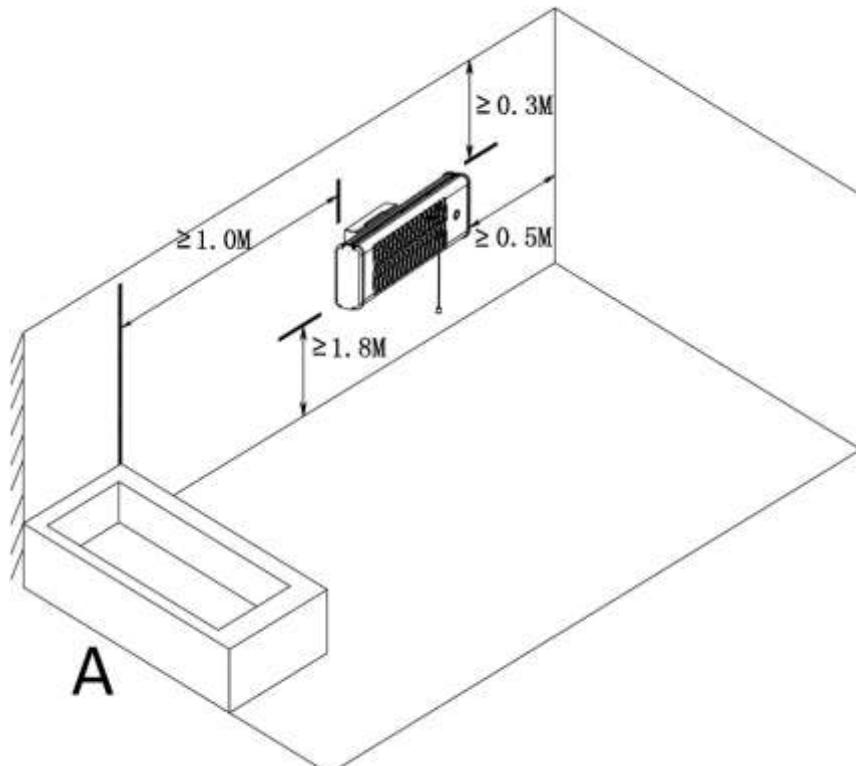
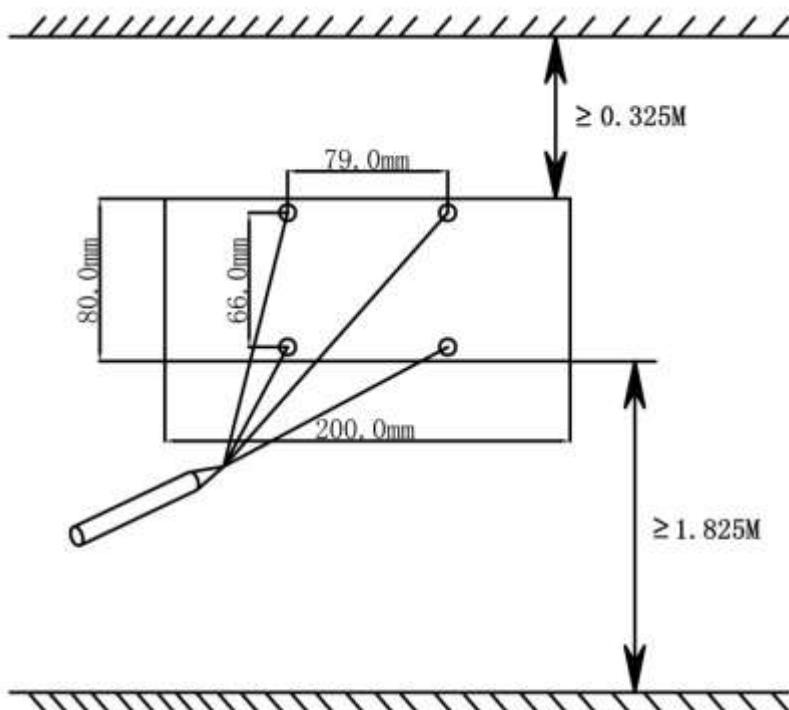

Fig.3
Fig.4
2. Installeer de kwartskachel alleen in een horizontale positie. Installeer het niet aan het plafond of verticaal. Houd tijdens de installatie rekening met de minimale afstanden die in Fig. 3 zijn aangegeven. Installeer het verwarmingstoestel op minstens 1800mm boven de vloer, 300mm onder het plafond en 500mm van zijdelingse mu()ur(en).
- Zoek naar de meest gepaste positie zodat het trekkoord en de schakelaar op elk moment eenvoudig te bereiken zijn en houd rekening met de minimale afstanden die in Fig. 3 zijn aangegeven. Markeer de montagegaten op de muur waar u de kachel wilt installeren. Neem de waarden op Fig. 4 als referentie. Markeer een kruis in het midden van het gat om nauwkeuriger te boren. (Zie Fig. 4)